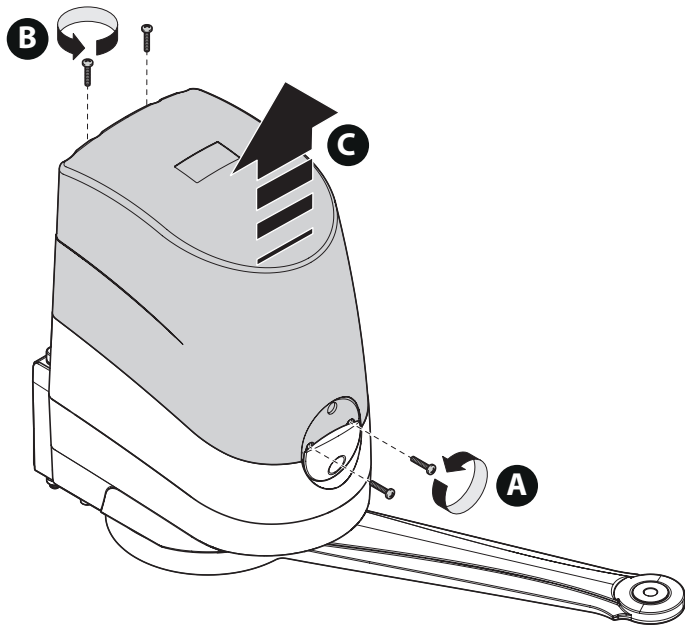

Fig. 21
01. Retirar a tampa ao motorreductor como mostrado na **fig. 21**;